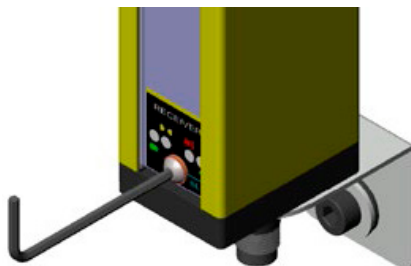

Figura 6.5: Remova o parafuso frontal para programar
9. Inserir novamente o parafuso para proteção da programação efetuada (Ver Figura 6.5 na página 107). Ao termino da programação, o LED azul irá piscar conforme a programação efetuada, 1, 2 ou 3 vezes, respectivamente para programação efetuada com 1, 2 ou 3 feixes.